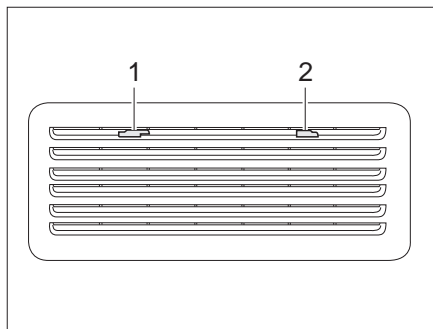

Fig. 223 Griglia di aerazione del frigorifero (Thetford)
- Spingere verso il centro l'arresto (Fig. 223,1).